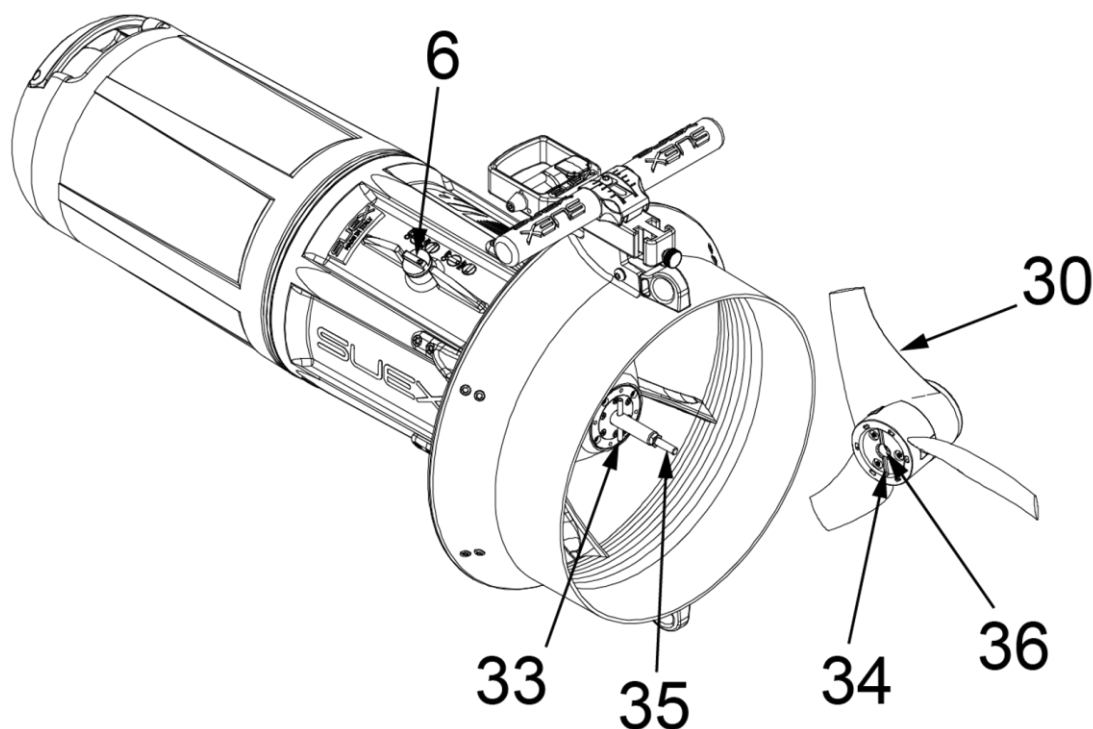

Fig 33 - Inserimento elica
Infilare l'elica (il foro 36 - **Fig 33 - a pag. 39**) nell'albero motore dello Scooter (35), girare l'elica (in senso ORARIO) fino a quando la spina (33) si trova a combaciare con la sede (34) dell'elica. Quando si sentirà uno scatto l'elica smetterà di girare.